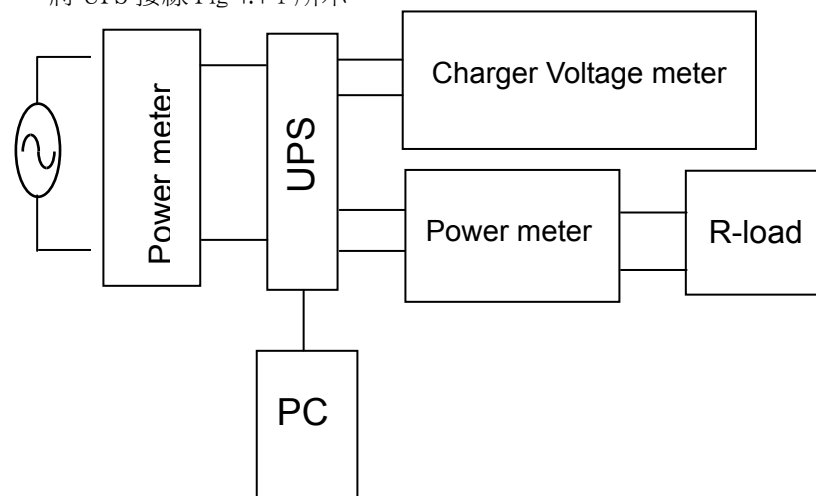

Fig 4.4-1
4.4.1 將 UPS 接線 Fig 4.4-1 所示。
4.5.1.1 將 UPS 接線如 Fig 4.4-1 所示。
4.5.2.1.1 將 UPS 接線如 Fig 4.4-1 所示。